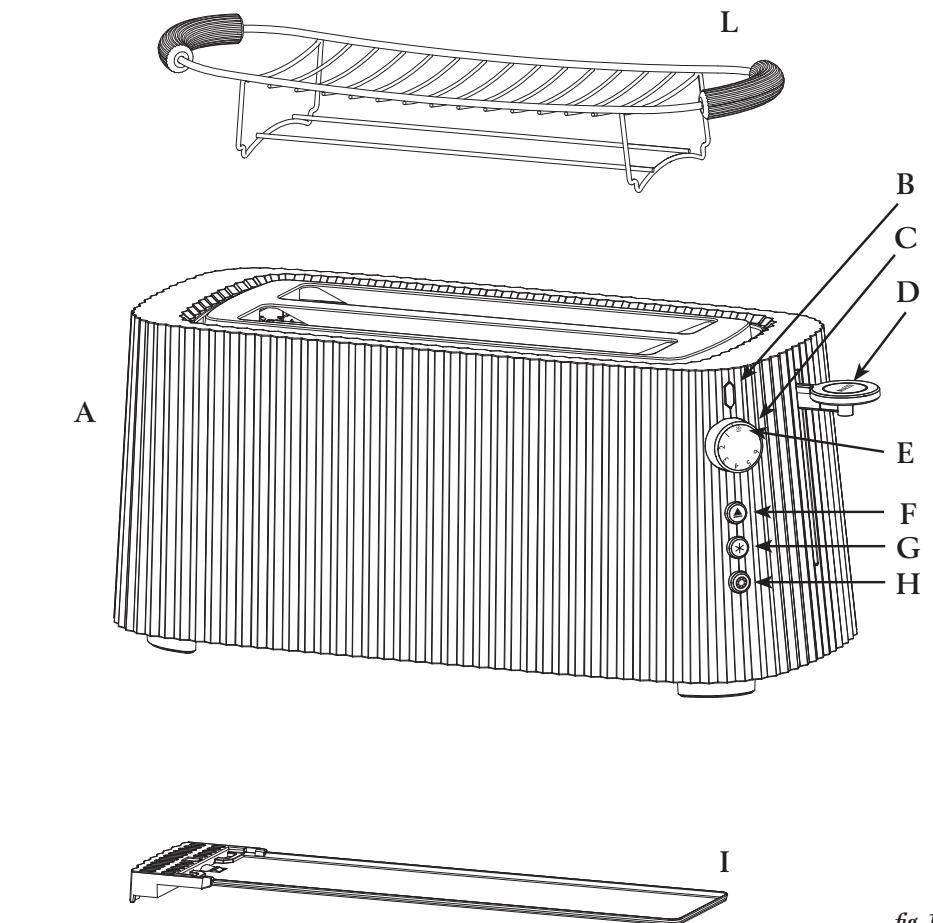

fig. 1
- A - Corpo in resina termoplastica (PP)
- L - Griglia scalda brioches (accessorio incluso) (fig. 1)